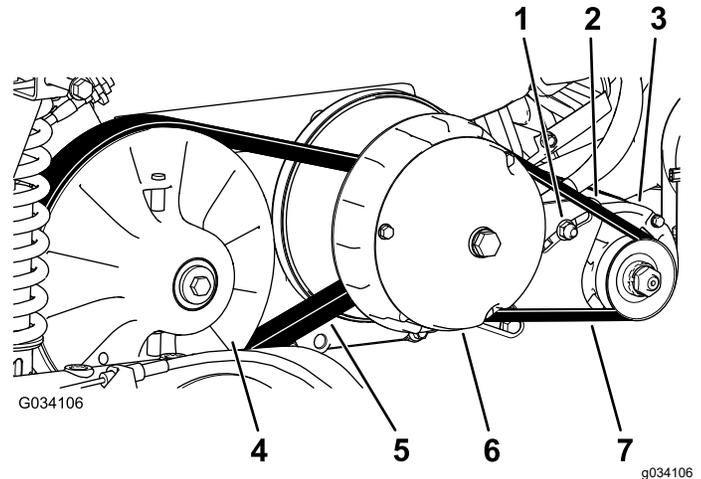

図 66
6. ベルト 図 66を手で回転させながら、磨耗や破損がないかを点検する。
3. 2次クラッチを回しながら2次クラッチ部分でベルトを外す(図 66)。
4. 1次クラッチからベルトを外す (図 66)。
5. 新しいベルトを一次クラッチに掛ける 図 66。
6. 2次クラッチを回しながら2次クラッチ部分でベルトを外す(図 66)。
2. スタータジェネレータのピボットナットをゆるめる 図 66。
4. バールを下に押ししてスタータを下げる。ベルトを  $44 \text{ N}\cdot\text{m}$   $4.5 \text{ kg}$  の力で押した時のたわみが  $6 \text{ mm}$  になるようにスタータの位置を調整する 図 66。
5. ピボットナットを手締めし、バールを取り外す 図 66。